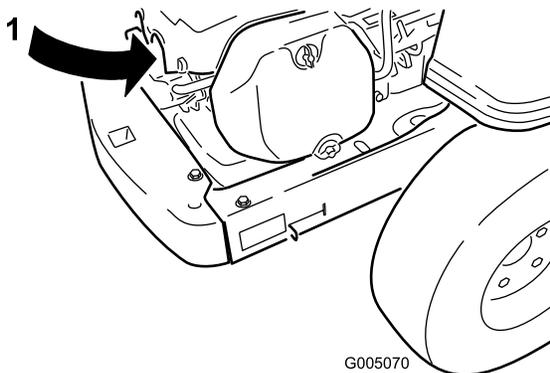

Figura 30
2. Retire el cable de la bujía (Figura 30). Limpie alrededor de la bujía para evitar que entre suciedad en el motor y pueda causar daños.
3. Conecte el cable a la bujía (Figura 30).